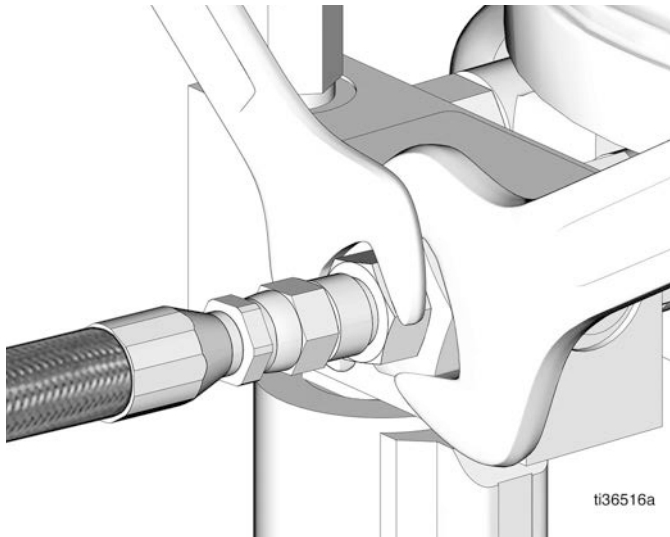

FIG. 14
10. Vuelva a conectar la línea principal a la salida de la bomba (FIG. 14).